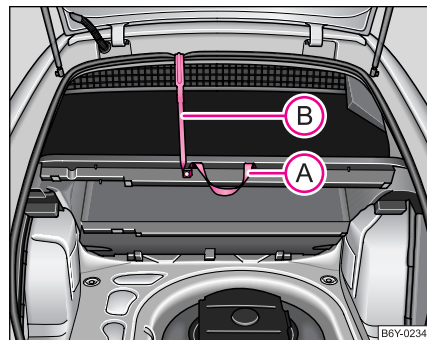

Fig. 191 Sujeción del piso de carga por medio de un gancho de plástico
- Levante el piso de carga por el tirador (A) y fíjelo por medio de un gancho de plástico (B) (éste se ubica debajo del borde del piso de carga) en el borde superior del marco del portón posterior ⇒ fig. 191. ■